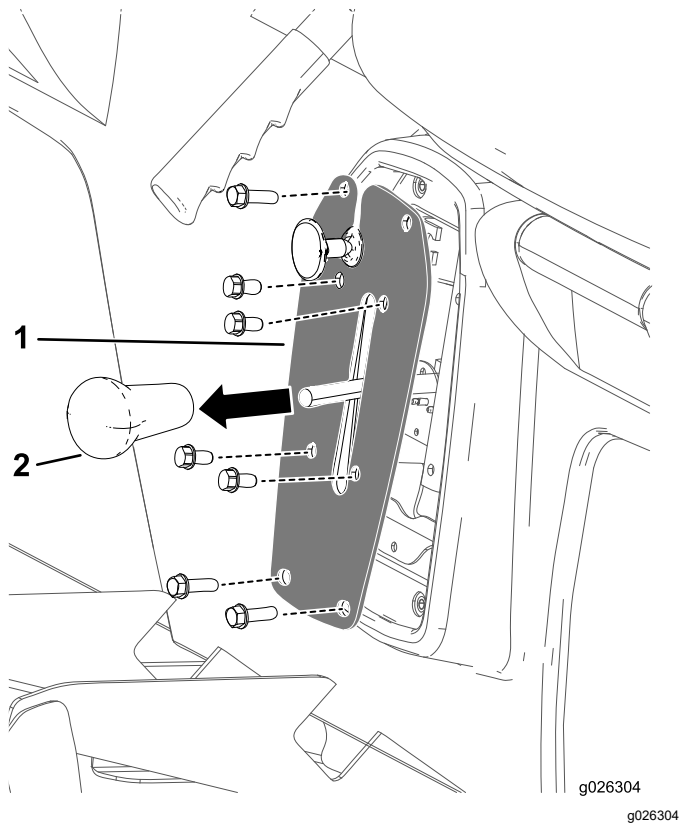

Figura 45
1. Retire o manípulo da alavanca das mudanças (Figura 45).
2. Retire os 4 parafusos que prendem a placa das mudanças ao suporte das mudanças (Figura 45).
3. Retire os 4 parafusos que prendem a placa das mudanças à base do banco e retire a placa das mudanças (Figura 45).
4. Enrosque o manípulo da alavanca das mudanças e aperte o manípulo à mão (Figura 45).